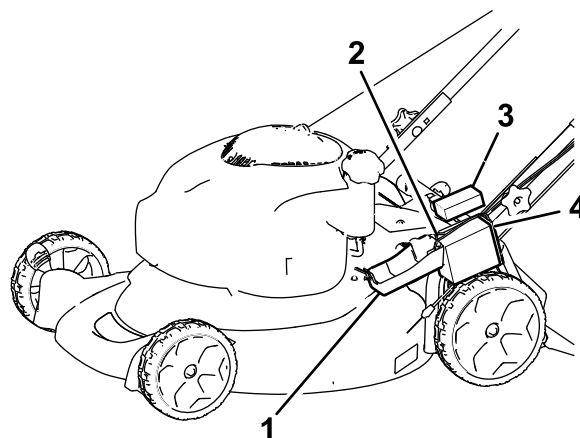

Figure 26
1. Déclipsez le couvercle de la batterie et déposez-le (Figure 26).